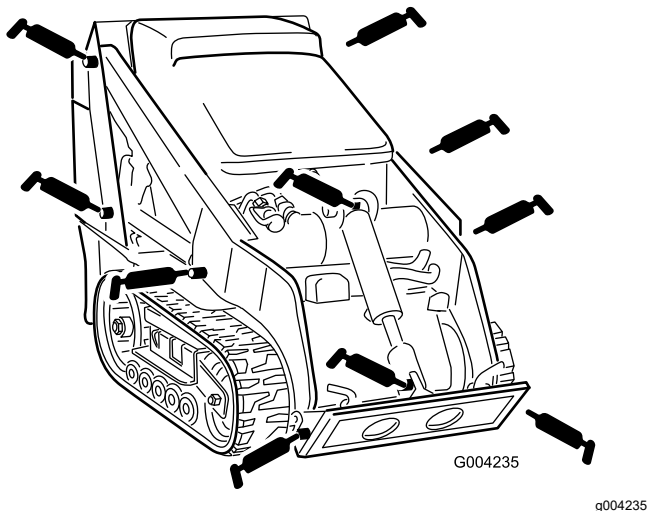
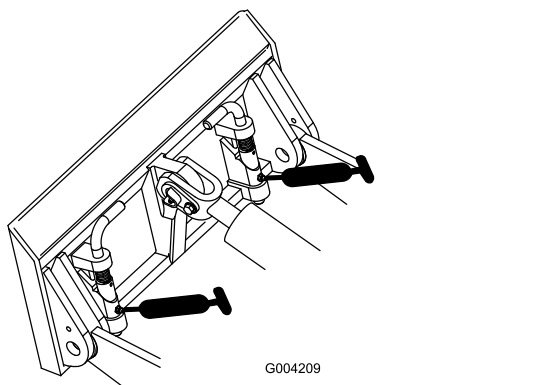

Bild 28
Bild 29
4. Setzen Sie die Fettpresse nacheinander an allen Nippeln an (**Bild 28** und **Bild 29**).